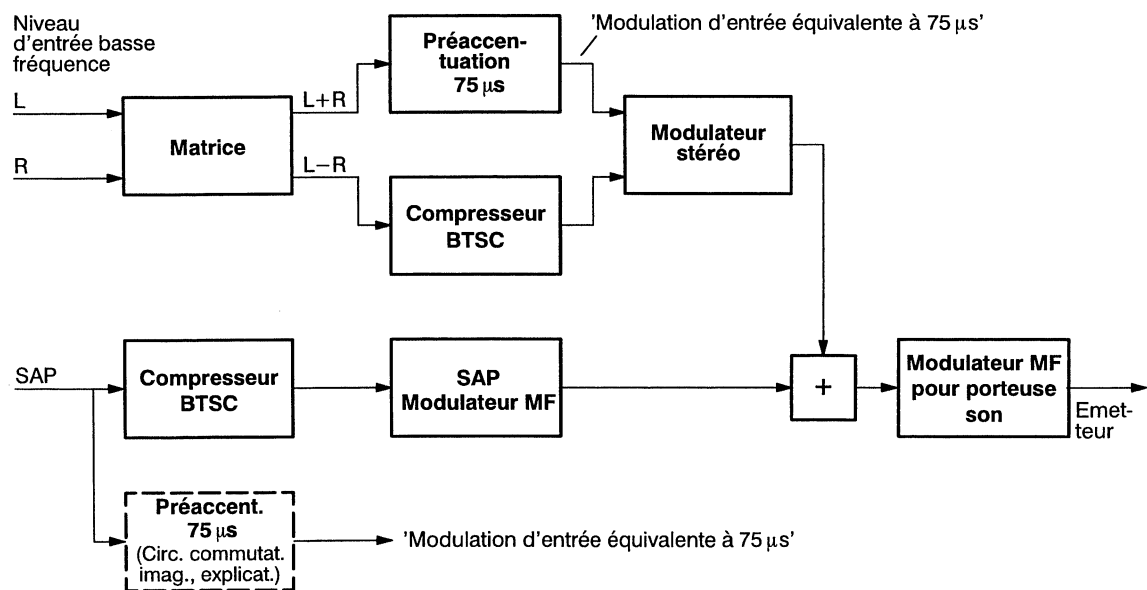

Fig. 2 Schéma de couplage simplifié d'un émetteur BTSC
Le spectre de la bande de base BTSC à bande large est transmis par modulation de fréquence sur la porteuse son (4,5 MHz). Compte tenu de la caractéristique de bruits parasites typique des systèmes de transmission MF, le niveau de bruit augmente avec la fréquence de modulation. Afin d'améliorer le rapport signal/bruit pour le signal différentiel L-R et pour le deuxième signal son (SAP), les deux canaux sont codés par un compresseur BTSC, voir figure 2.
La figure 2 présente un schéma de couplage simplifié d'un émetteur BTSC. Vous trouverez des indications relatives aux normes de modulation BTSC et aux déviations crêtes maximales autorisées à la page suivante.
- Le niveau d'entrée du son maximal admis pour 100 % de modulation (100 % \pm 0 dB) dépend de la fréquence en raison de la préaccentuation de 75 μ s, voir figure 2.
Elle sert de référence et détermine le niveau de modulation que l'on obtient pour un signal mono équivalent généré par une préaccentuation de 75 μ s, voir figure 2.